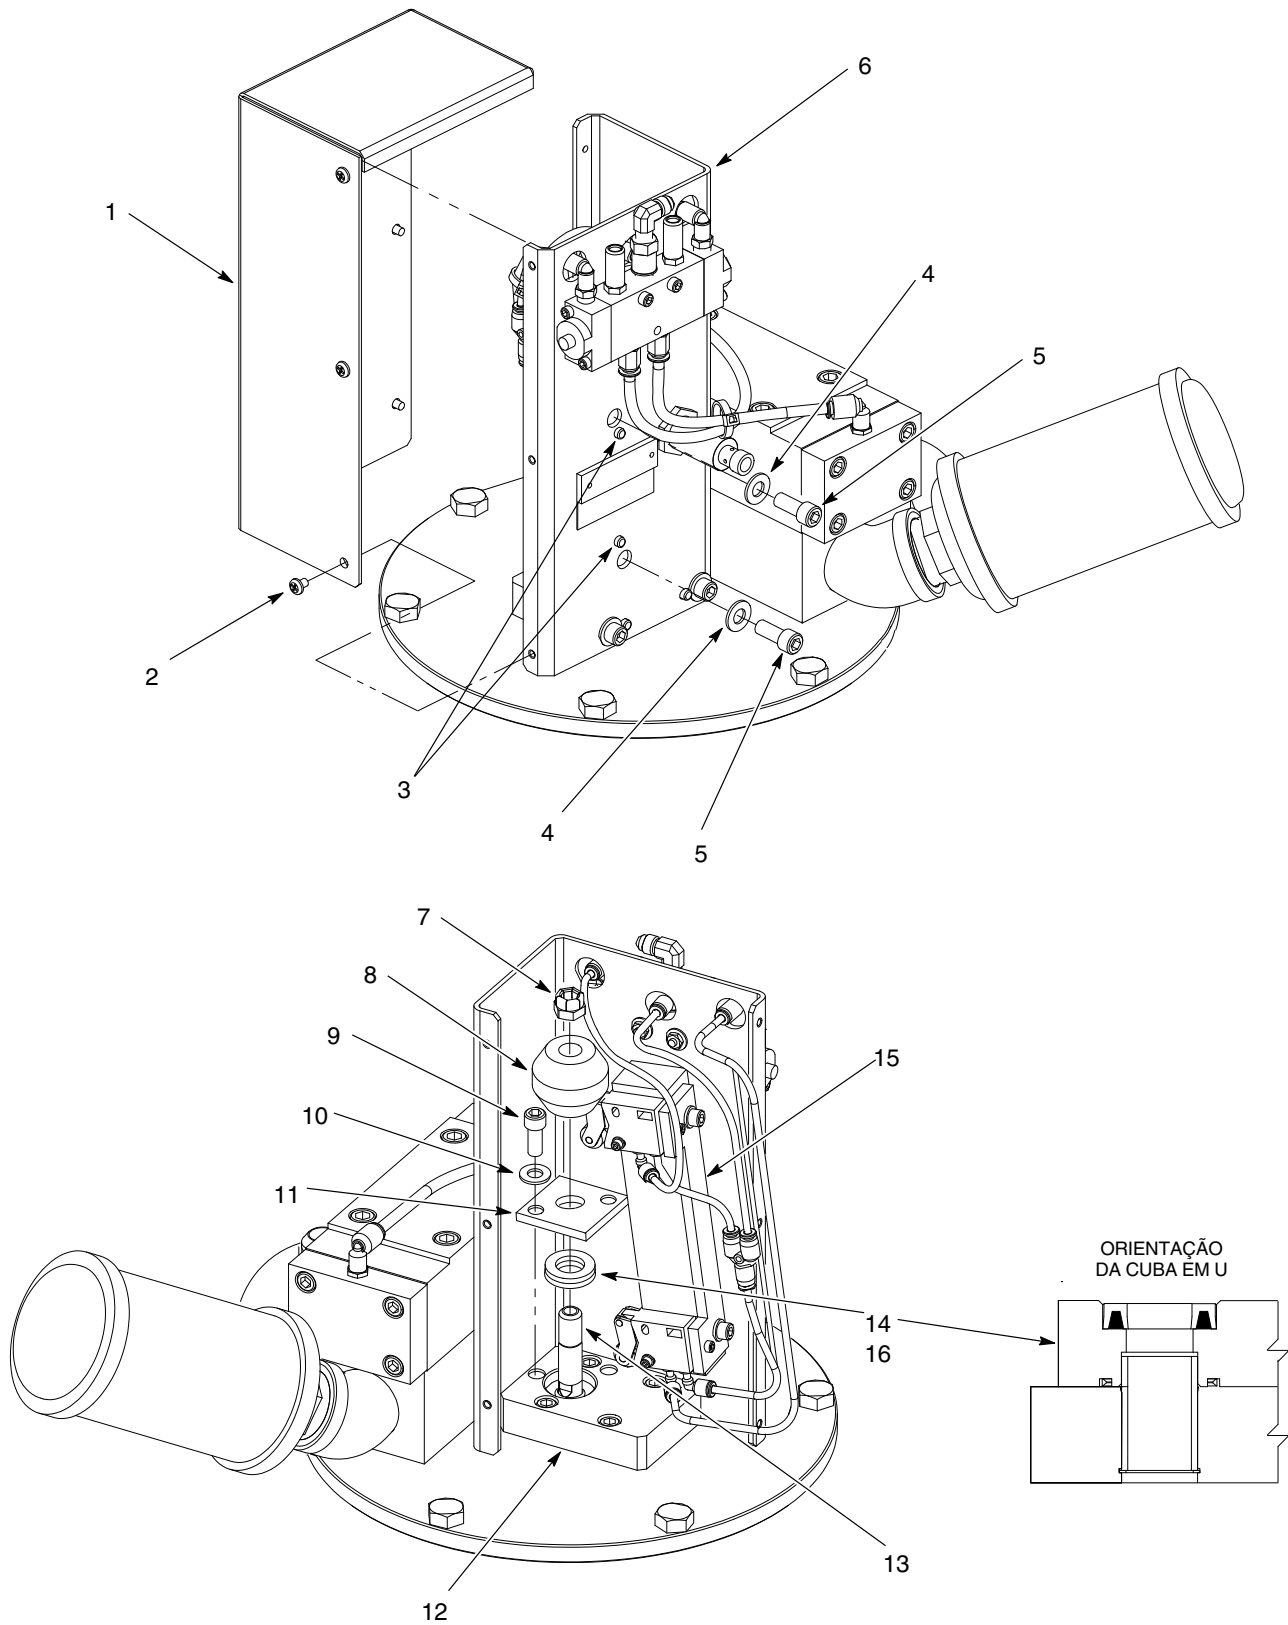

Figura 9 Substituição da cuba em U da haste de atuação
1. Consulte a figura 9. Retire os parafusos (2) que fixam a tampa (1) ao conjunto da haste de atuação (6).
2. Retire os parafusos (5) e anilhas (4) que fixam a base de apoio da alavanca de atuação (15) ao conjunto da haste de atuação (6).
3. Afaste a base de apoio da alavanca de atuação (15) da placa de fixação da junta de vedação (11).
4. Aplique uma chave de bocas às partes planas da haste do êmbolo (13). Retire a porca (7) que fixa a haste de atuação (8) à haste do êmbolo.
5. Retire os parafusos (9) e anilhas (10) que fixam a placa de fixação da junta de vedação (11) ao suporte da haste de atuação (12).
1. Consulte a figura 9. Lubrifique a nova cuba em U (14) com massa lubrificante TFE (16). Enfie a cuba em U no suporte da haste de atuação (12), como ilustrado.
2. Monte a placa de fixação da junta de vedação (11) no suporte da haste de atuação (12), utilizando os parafusos (9) e as anilhas (10). Aperte os parafusos com 22-25 ft-lb (30-33 N•m).
3. Aplique uma chave de bocas às partes planas da haste do êmbolo (13). Monte a haste de atuação (8) na haste do êmbolo utilizando a porca (7). Aperte bem a porca.
- a. Verifique se os pinos (3) da base de apoio ressaltam através do conjunto da haste de atuação (6), como ilustrado.
- b. Fixe a base de apoio da alavanca de atuação (15) ao conjunto da haste de atuação, utilizando os parafusos (5) e as anilhas (4). Aperte os parafusos com 22-25 ft-lb (30-33 N•m).
5. Monte a tampa (1) no conjunto da haste de atuação, usando os parafusos (2). Aperte bem os parafusos.